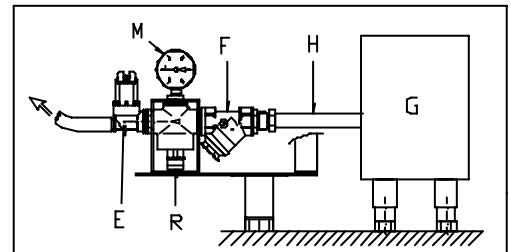

Fig. 10
El Lavavajillas posee un regulador de presión (R) y un manómetro (M) tarados de fábrica a 2 Kg./cm² (Fig.10).